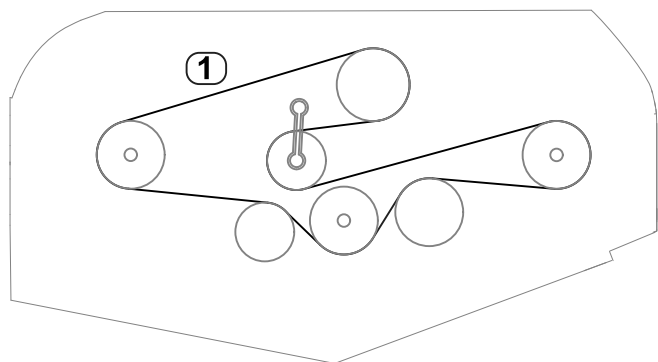

Figure 29
5. À l'aide d'une clé dynamométrique ou d'un outil similaire, installez la nouvelle courroie autour des poulies d'axes et de la poulie de tension, comme montré à la Figure 29.